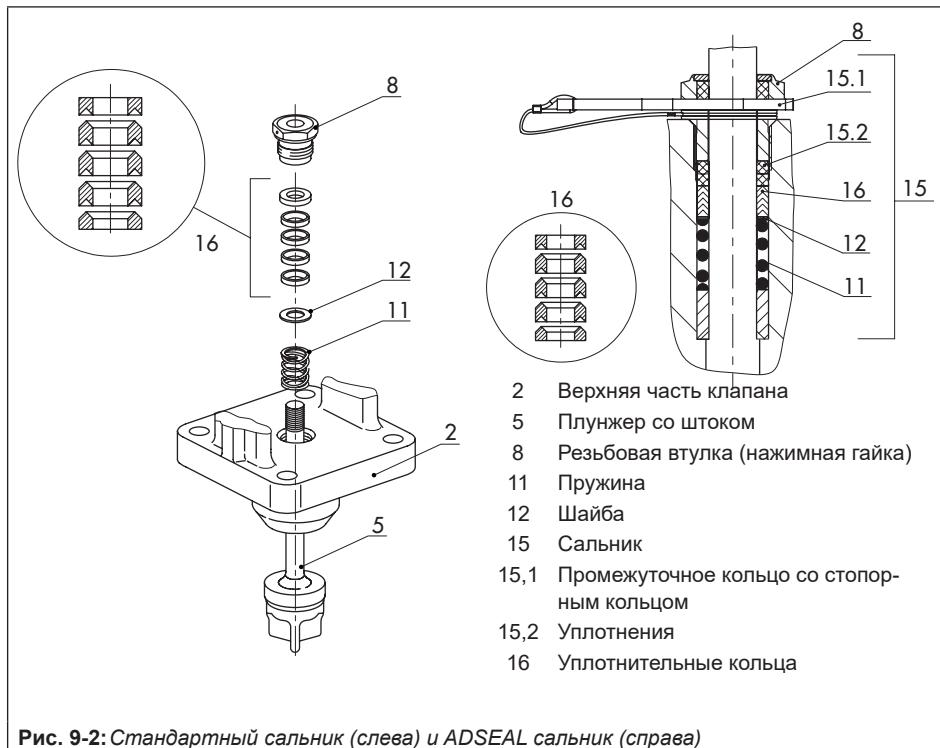

Рис. 9-2: Стандартный сальник (слева) и ADSEAL сальник (справа)
11. Осторожно сдвиньте по штоку плунжера детали сальника в набивочную полость с помощью подходящего инструмента. Соблюдайте правильную последовательность (см. Рис. 9-2).
12. Плотно вдавите плунжер (5) в седло (4). Закрепите фланец (2) гайками корпуса (14). Постепенно затягивайте гайки в перекрёстной последовательности. Соблюдайте моменты затяжки.
13. Вкрутите резьбовую втулку (8) и затяните её. Соблюдайте моменты затяжки.
14. Навинтите на шток плунжера контргайку (10) и соединительную муфту (9).
4. Вставьте красное промежуточное кольцо (15.1) между резьбовой втулкой (8) и стопорным кольцом, см. Рис. 9-2.
9. Осторожно продвиньте по удлинителю штока плунжера детали сальника в набивочную полость с помощью подходящего инструмента. Соблюдайте правильную последовательность (см. Рис. 9-2).
10. Закрепите верхнюю часть клапана гайка-ми (33) и болтами (32). Соблюдайте мо-менты затяжки.
11. Вкрутите резьбовую втулку (8) и затяните её. Соблюдайте моменты затяжки.
12. Навинтите на шток плунжера контргайку (10) и соединительную муфту (9).
8. Отвинтите седло (4) с помощью подходящего инструмента.
10. Завинтите седло (4). Соблюдайте моменты затяжки.
11. Нанесите подходящую смазку на все уплотняющие детали и новый шток плунжера (5).
12. Вставьте новый плунжер со штоком (5) в корпус клапана (1).
13. Установите фланец (2) на корпус.
- Для исполнений с V-порт плунжером:** установите фланец (2) на корпус таким образом, чтобы самый большой V-порт был обращён к выходу из клапана.
- Для исполнений с перфорированным плунжером:** установите фланец (2) на корпус таким образом, чтобы отверстие плунжера, выпускающее поток, было обращено к выходу клапана.
14. Осторожно сдвиньте по штоку плунжера детали сальника в набивочную полость с помощью подходящего инструмента. Соблюдайте правильную последовательность (см. Рис. 9-2).
15. Плотно вдавите плунжер (5) в седло (4). Закрепите фланец (2) гайками корпуса (14). Постепенно затягивайте гайки в пе-рекрёстной последовательности. Соблюдайте моменты затяжки.
16. Вкрутите резьбовую втулку (8) и затяните её. Соблюдайте моменты затяжки.
17. Навинтите на шток плунжера контргайку (10) и соединительную муфту (9).